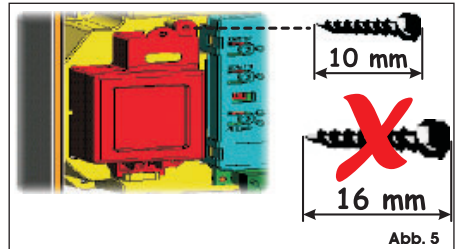

Abb. 5
2. Die Batterie in die soeben ausgebildete Aufnahme einsetzen und an den entsprechenden Verankerungshalterungen befestigen (Abb. 5).